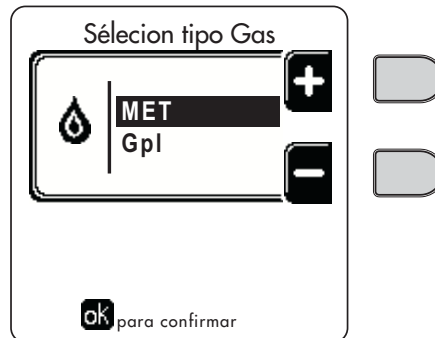

fig. 63 - Selección del tipo de gas
- Modifique el parámetro correspondiente al tipo de gas como se indica a continuación. Abra la pantalla ilustrada en la fig. 63 con la ruta "MENÚ DE USUARIO ➔ Mantenimiento ➔ Modo Test ➔ Selección del tipo de gas". Pulse las teclas contextuales 1 y 2 para elegir el tipo de gas. Confirme con la tecla OK.